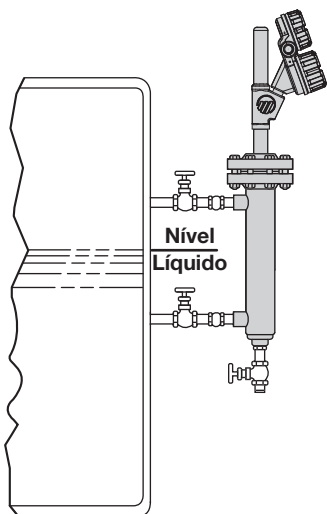

Figura 8
O Modulevel com garrafa é montado na lateral do tanque com uma conexão lateral/lateral ou lateral/fundo, conforme fornecido. A Figura 8 na página 11 mostra uma instalação típica do tipo com garrafa.
**NOTA:** Recomenda-se a instalação de válvulas de retenção em cada linha de equalização que vai para a garrafa, juntamente com uma válvula de purga (veja a Figura 8). As linhas de equalização devem ser dimensionadas de forma a serem no mínimo tão largas quanto as conexões fornecidas na garrafa.